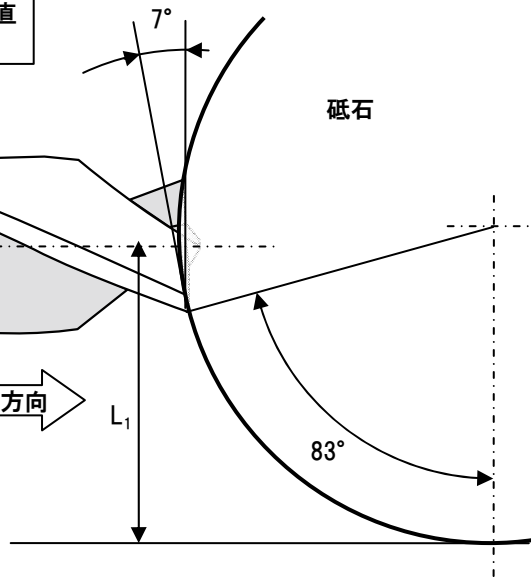

図4(X視)
4. 砥石の高さ方向は砥石最外周から、L₁上方にドリルの中心が来るように設置します(図4)。
※L₁の値は図4中の計算式を参照ください
5. 図4の矢印方向に押し付ける要領で加工します。